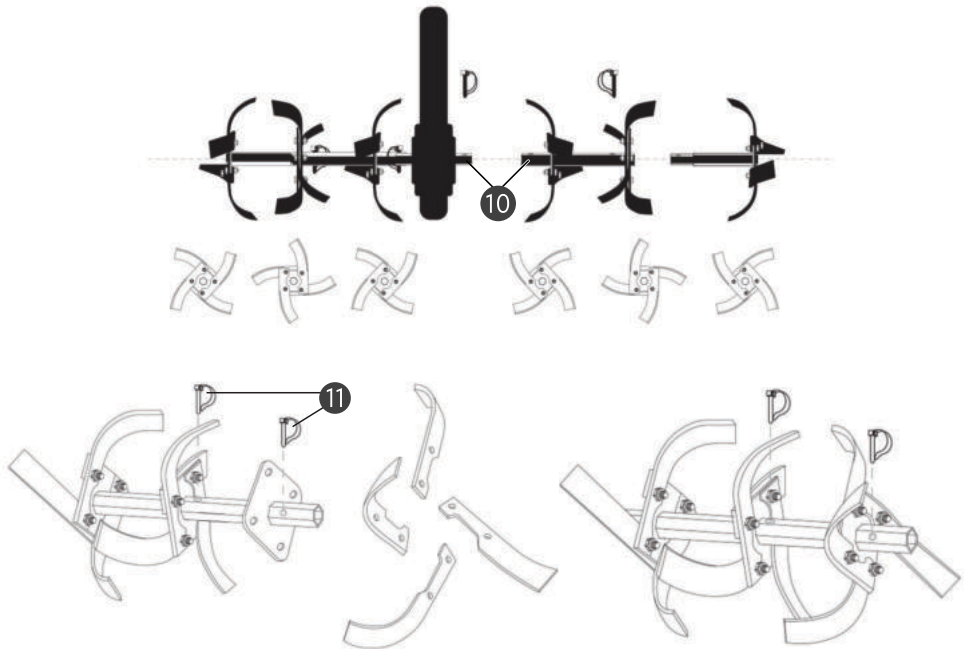
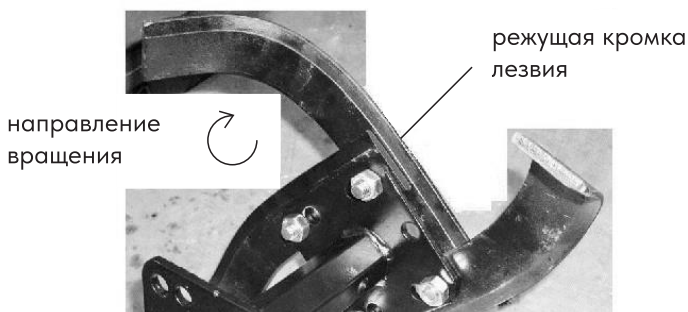

Рис. 5b. Сборка фрез. Схема с 4-мя ножами.
Рис. 6.
Установите блоки фрез на мотоблок таким образом, чтобы при движении мотоблока вперед острые кромки ножей были направлены по ходу вращения выходного вала редуктора (Рис. 6). Совместите отверстия (10) во втулке блоков фрез и выходного вала редуктора, вставьте стопоры (11) и зафиксируйте их (Рис. 5b).